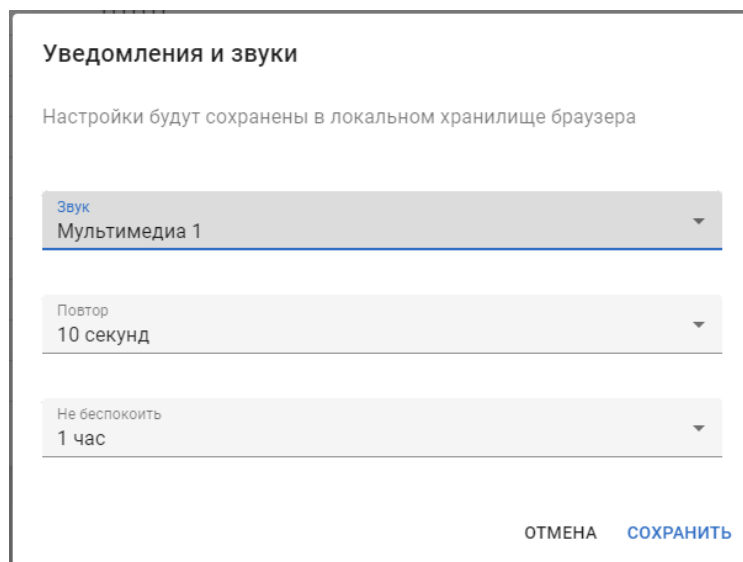

Рисунок 5 — Вид меню настройки звуков.
5. Кнопка вызова меню настроек звуковых уведомлений о событиях (см. рисунок 5). В меню можно выбрать тип звукового оповещения о возникновении событий, частоту оповещений и продолжительность период отключения звука после нажатия кнопки  Отключить звук.